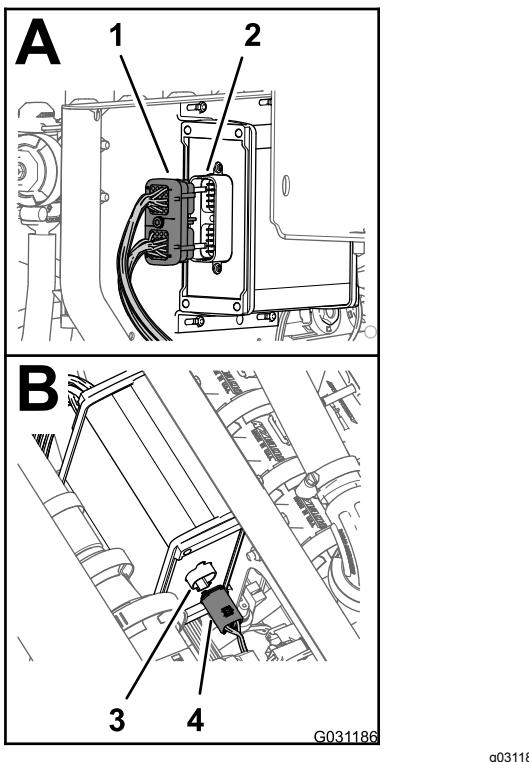

**Bild 160**
1. Fluchten Sie die Vorderseite der Ventilbefestigung am Sprühsteuergerät mit dem äußeren 40-Stift-Stecker aus (**Bild 160**).
2. Befestigen Sie das Sprühsteuergerät mit den vier Schrauben (4 mm x 10 mm) und vier Sicherungsbundmuttern (4 mm) an der Ventilbefestigung (**Bild 160**).